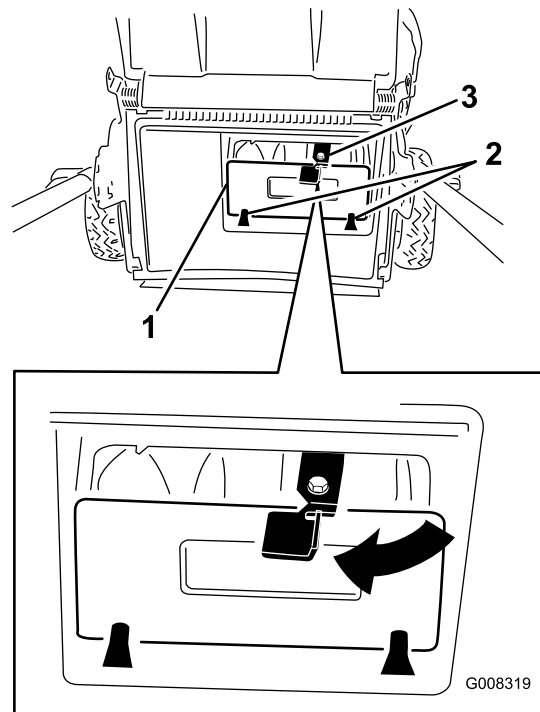

Figure 26
5. Tournez le verrou du levier dans le sens horaire en position verrouillée (Figure 26).